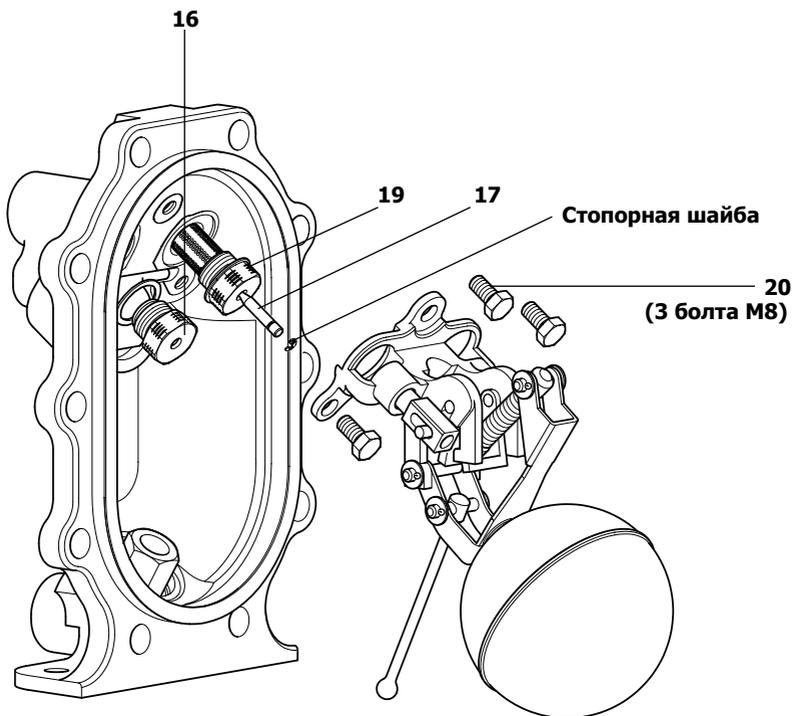

Рис. 23
9. Установите узел клапана подачи пара и выхлопа пара (дет. 16 и 17) в соответствии с рис. 23.